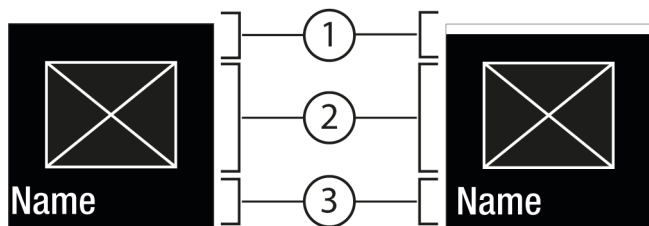
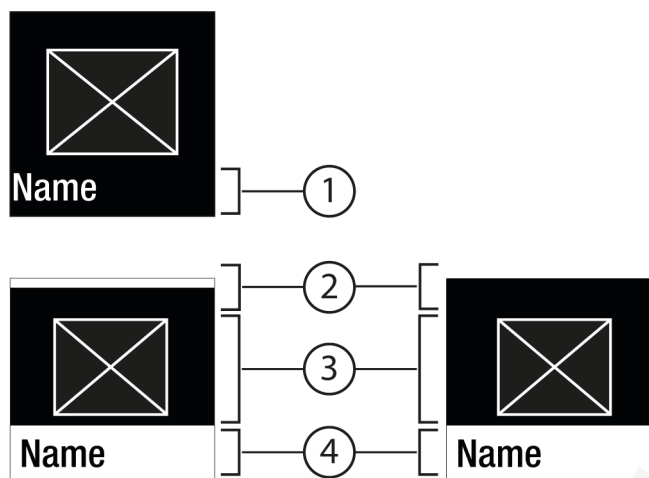

Fig. 6
Fig. 7
- A Megerősítés Fig. 5 (2) gombbal megnyitja az almenüt Fig. 7 (4).
- Új érték beállítása: A Megerősítés Fig. 5 (2) gombbal kiválaszt egy deaktivált értéket Fig. 6 (1).
- Vissza a menübe: A Megerősítés Fig. 5 (2) gombbal kiválasztja a már aktivált értéket Fig. 6 (2).
- ▷ Az almenüben Fig. 7 (4) rövid időre megjelenik az Állapot: aktiválva Fig. 6 (1) kijelzés.